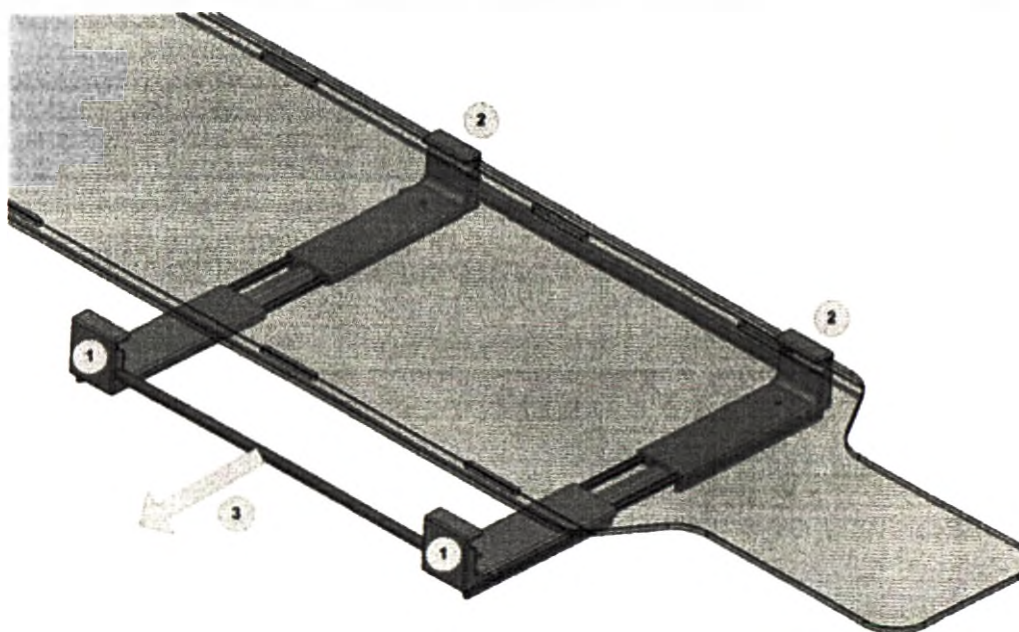
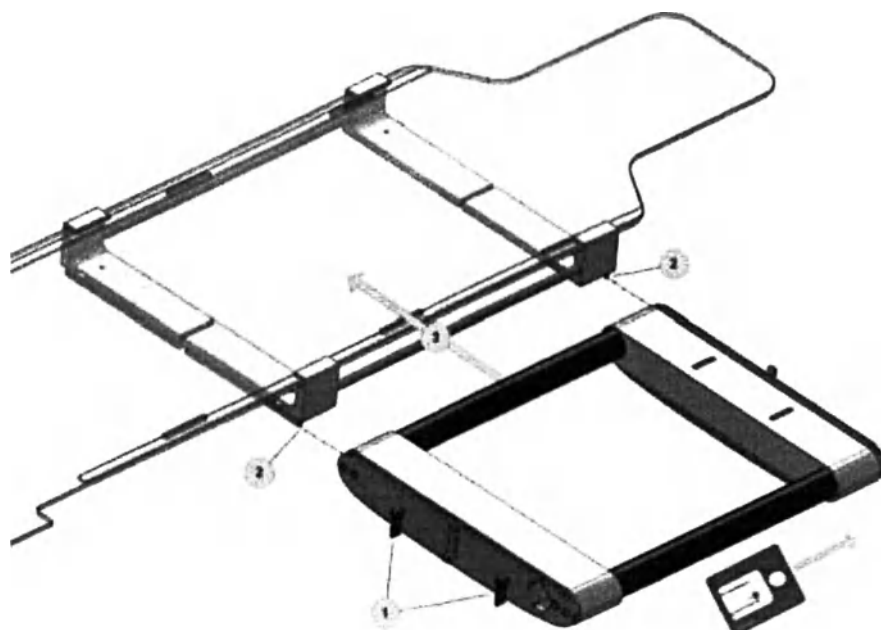

Рисунок 41. Присоединение скобы стола полевого каркаса
Рисунок 42. Двигайте рамку EnSite Precision™ в скобу
1. Поверните два стопорных рычага на стороне рамки вниз (Рисунок 42) в положении разблокировки (см. значок Lock рядом с рычагами).
2. Возьмите рамку двумя руками и выровняйте по бегункам на нижней стороне скобы (Рисунок 42), ориентируя рамку на голову пациента, как показано на метке Ориентации пациента, присоединенной к рамке (см. Рисунок 42). Конiec кабельного разъема магнитной рамки должен быть направлен к ногам пациента.
3. Двигайте рамку в скобы, пока она не остановится в безопасном положении (Рисунок 42 и Рисунок 41).